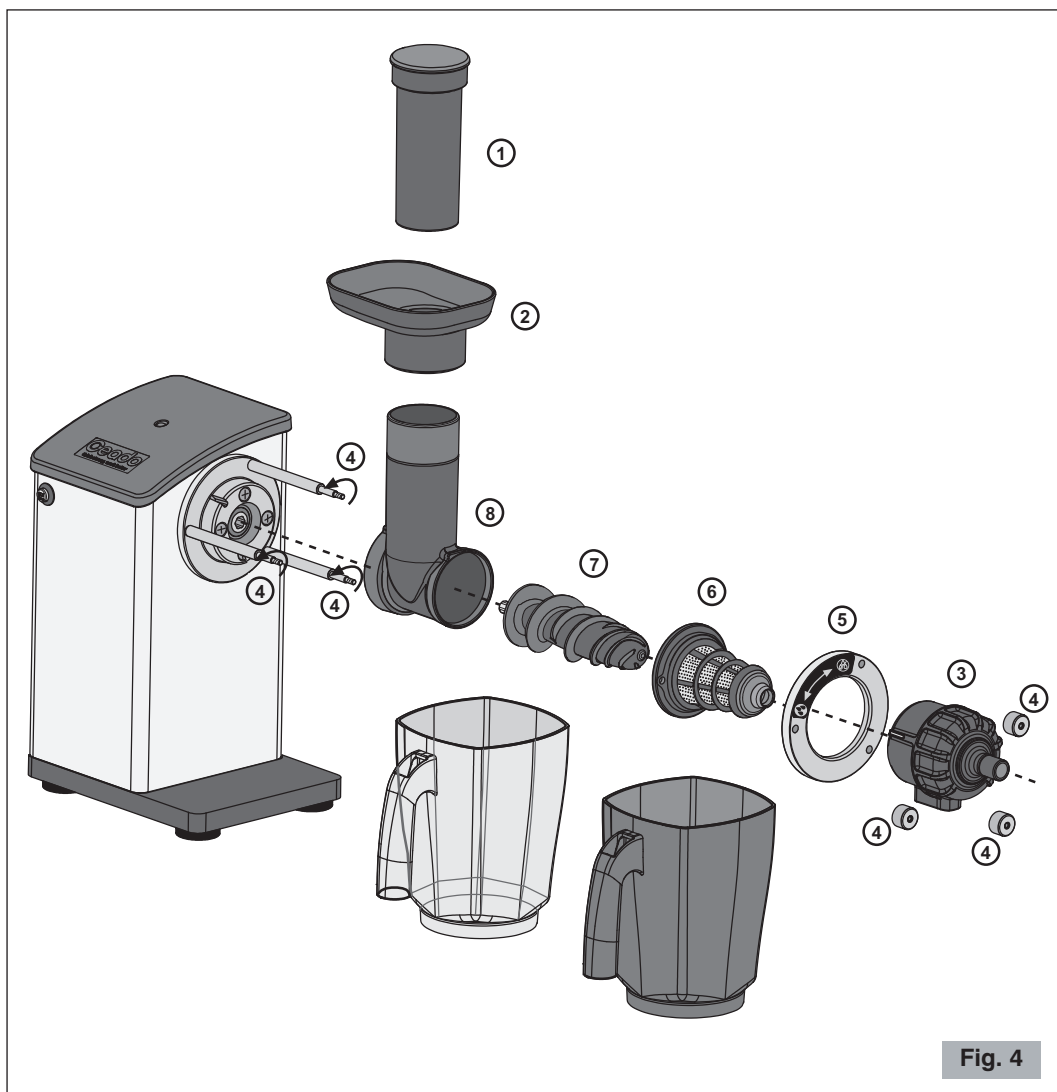

Fig. 4
1 Enlever les récipients et démonter les composants dans l'ordre de la figure (Fig. 4).
- 3** Monter de nouveau l'appareil dans l'ordre inverse (Fig. 4).